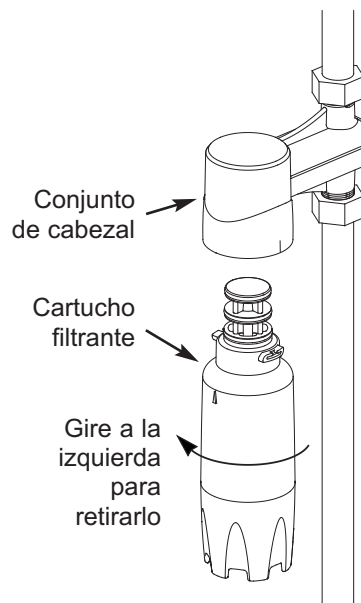

FIG. 2
2. Gire el cartucho filtrante a la izquierda para retirarlo del conjunto de cabezal. (Vea la Fig. 2). Al retirarse el cartucho, se descargará una pequeña cantidad de agua del conjunto del cabezal.